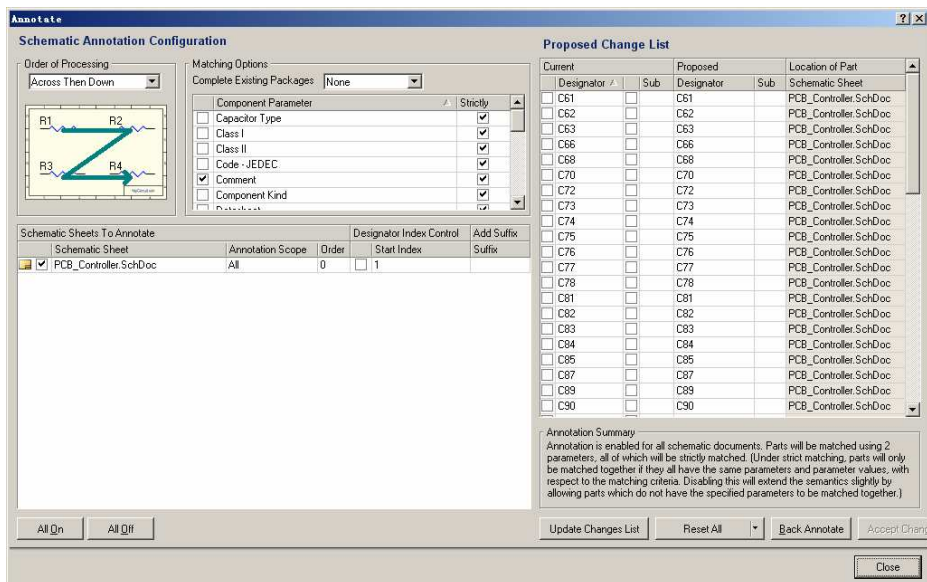

图 3.48 “Annotate”对话框
(1) 在主菜单里选择“Tools”->“Annotate”命令, 打开如图 3.48 所示的“Annotate”对话框。